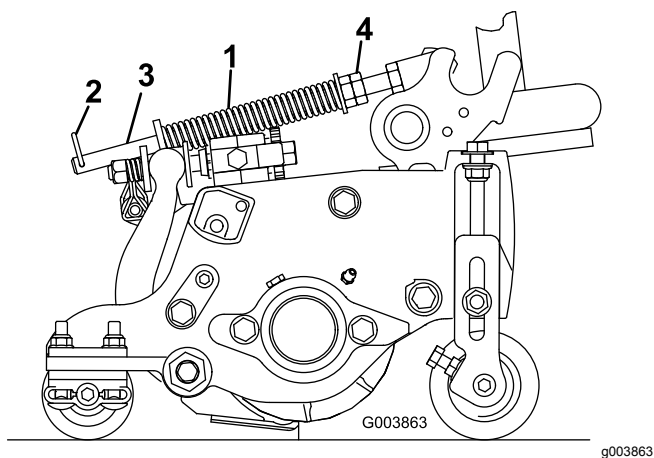

Figure 21
1. Vérifiez que la goupille fendue est insérée dans le trou de la tige de ressort (Figure 21).
2. Serrez les écrous hexagonaux à l'extrémité avant de la tige de ressort jusqu'à ce que la longueur du ressort comprimé soit égale à 16 cm ; voir Figure 21.